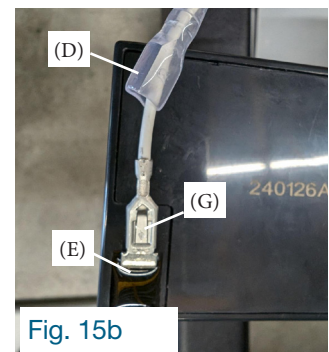

Fig. 15b
5. Pour chaque batterie, il y a (2) fils connectés. Pour chacun de ces fils, glisser la gaine de protection (D) sur le fil afin de libérer le connecteur (G) de sa protection puis débrancher le connecteur (G) de la borne de la batterie (E) en pressant légèrement sous celui-ci (fig. 15b).
6. Retirer les (2) batteries périmées et conserver les fils pour le branchement des nouvelles batteries.